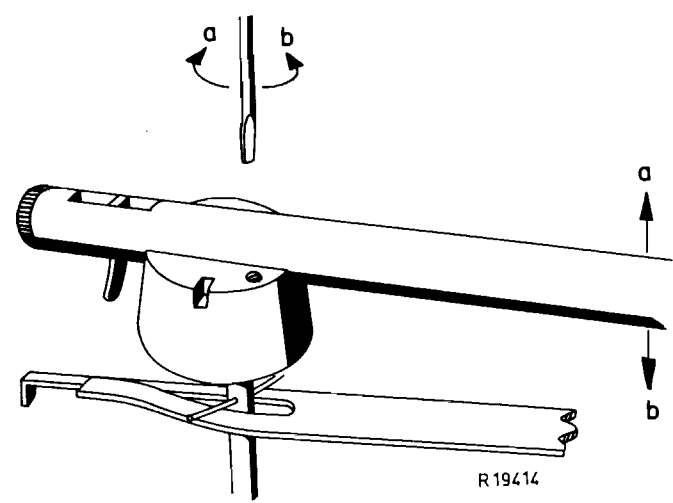

Fig.4
1. De hefhoogte van de p.u.-arm bij het naar binnen en naar buiten bewegen is in te stellen door de madeschroef (zie fig. 4) te verdraaien. Deze instelling moet zo geschieden, dat de naald in de laagste stand van de p.u.-arm tegen de ribben van de rubbermat aanloopt en niet tegen de montageplaat.